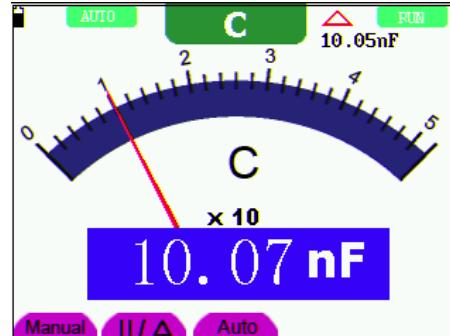

Рисунок 38. Относительные измерения
- Вставьте обследуемый конденсатор в модуль для измерения емкости, и основное текущее показание дисплея покажет величину емкости конденсатора (см. рисунок 38).